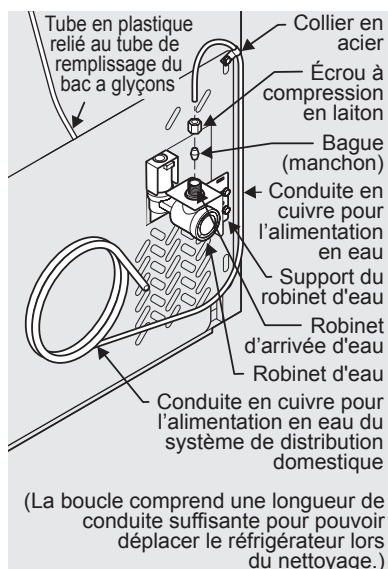

Figure 1
4. **Si vous utilisez des tubes en cuivre** - Glissez l'écrou de compression en cuivre, puis la bague d'extrémité (manchon) sur la conduite d'alimentation en eau. Poussez la conduite d'alimentation en eau dans l'entrée du robinet d'arrivée d'eau aussi loin que possible (6,4 mm / 1/4 po). Glissez la bague d'extrémité (manchon) dans l'entrée du robinet et serrez l'écrou de compression à la main dans le robinet. Serrez d'un autre demi tour avec une clé; ne PAS serrer trop fort. Voir Figure 1.